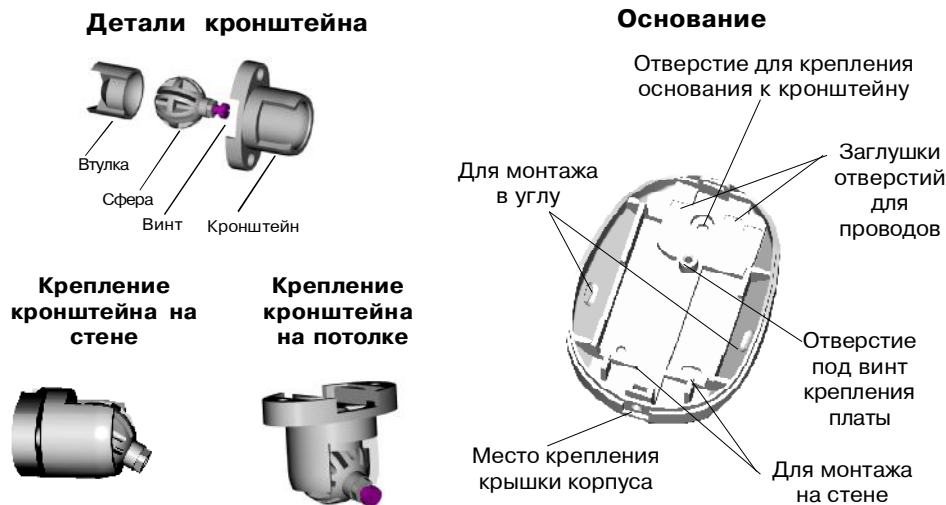

Рис.2
- Снимите крышку, вывернув при помощи отвертки винт, расположенный в нижней части основания извещателя (рис.2).
- Просверлите в основании извещателя отверстия (рис.2), которые будут использоваться для прокладки проводов и крепления извещателя.